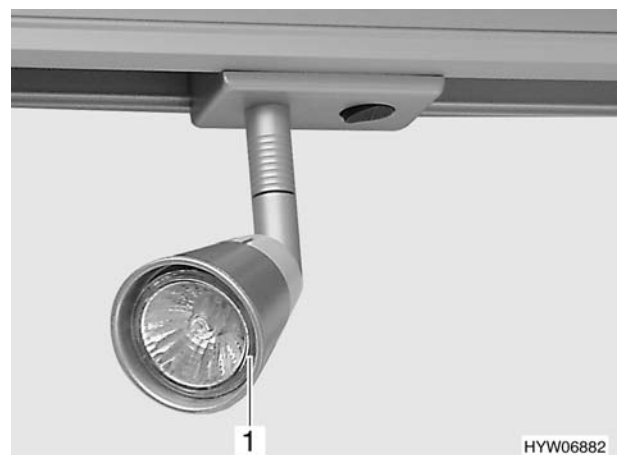

Bild 177 Spotleuchte (Variante 2)
- Spotglasrand (Bild 177,1) fassen und nach vorne ziehen.